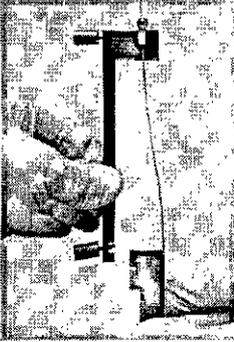

Figura 27
9. Retire el soporte de la guía y la guía con el adaptador del tope de profundidad que está unido (1,8 mm) al elemento de medición. (Ver Figura 27)